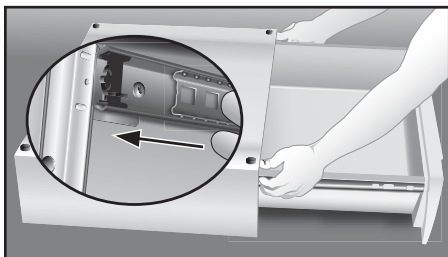

Figure 10
12. **FAIRE GLISSER VERS L'AVANT LES GLISSIÈRES À ROULEMENT À BILLES** (voir la figure 10).